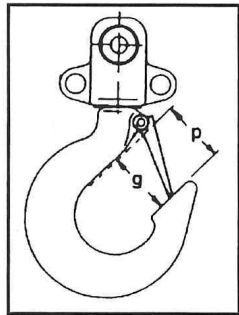

Figura 8
- Misurare l'apertura del gancio tra le due estremità dello stesso (g - Figura 8).
- NON misurare dal nottolino a scatto (p - Figura 8).